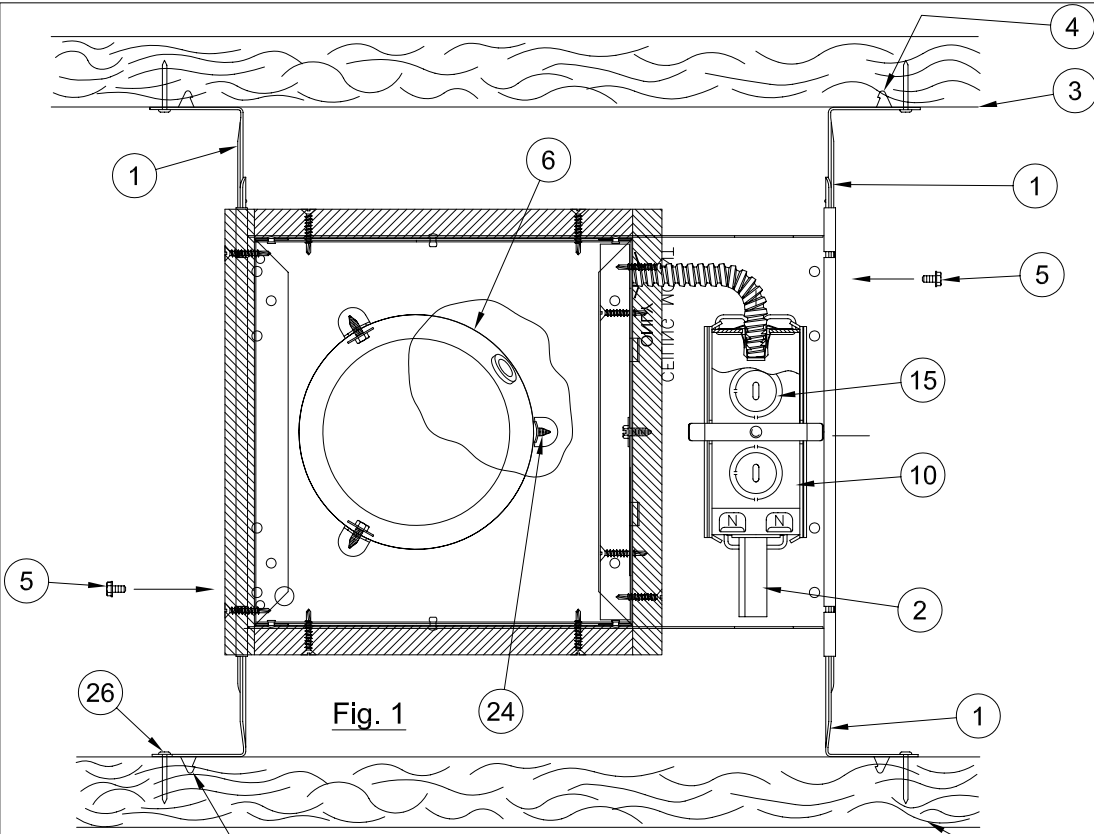

Fig. 1
1.- Introduzca los colgadores de barra (1) en las ranuras en el armazón enyesado (2). Mantenga el armazón enyesado (2) en la posición deseada entre las viguetas (3) y clave las pestañas de colgadores de barra (4) en las viguetas. Utilice un clavo de acero o tornillo de un mínimo de 1 pulgada (2,5 cm) de longitud (26) para proporcionar soporte adicional. Enrosque los tornillos de seguridad de colgadores de barra (5) en las extremidades del armazón enyesado (2) para evitar algún movimiento lateral del armazón enyesado. (Vea Fig. 1 y 2).
1.- Introduisez les barres de suspension (1) dans les rainures du cadre en plâtre (2). Tenez le cadre (2) dans la position désirée entre les solives (3) et clouez les pattes de barres de suspension (4) dans les solives. Utilisez un clou en acier ou une vis d'un pouce (2,5 cm) de long (26) pour offrir plus de support. Vissez les écrous de sûreté de barre de suspension (5) dans les bouts du cadre en plâtre (2) pour éviter la possibilité d'un mouvement latéral du cadre en plâtre. (Voir Fig. 1 et 2).